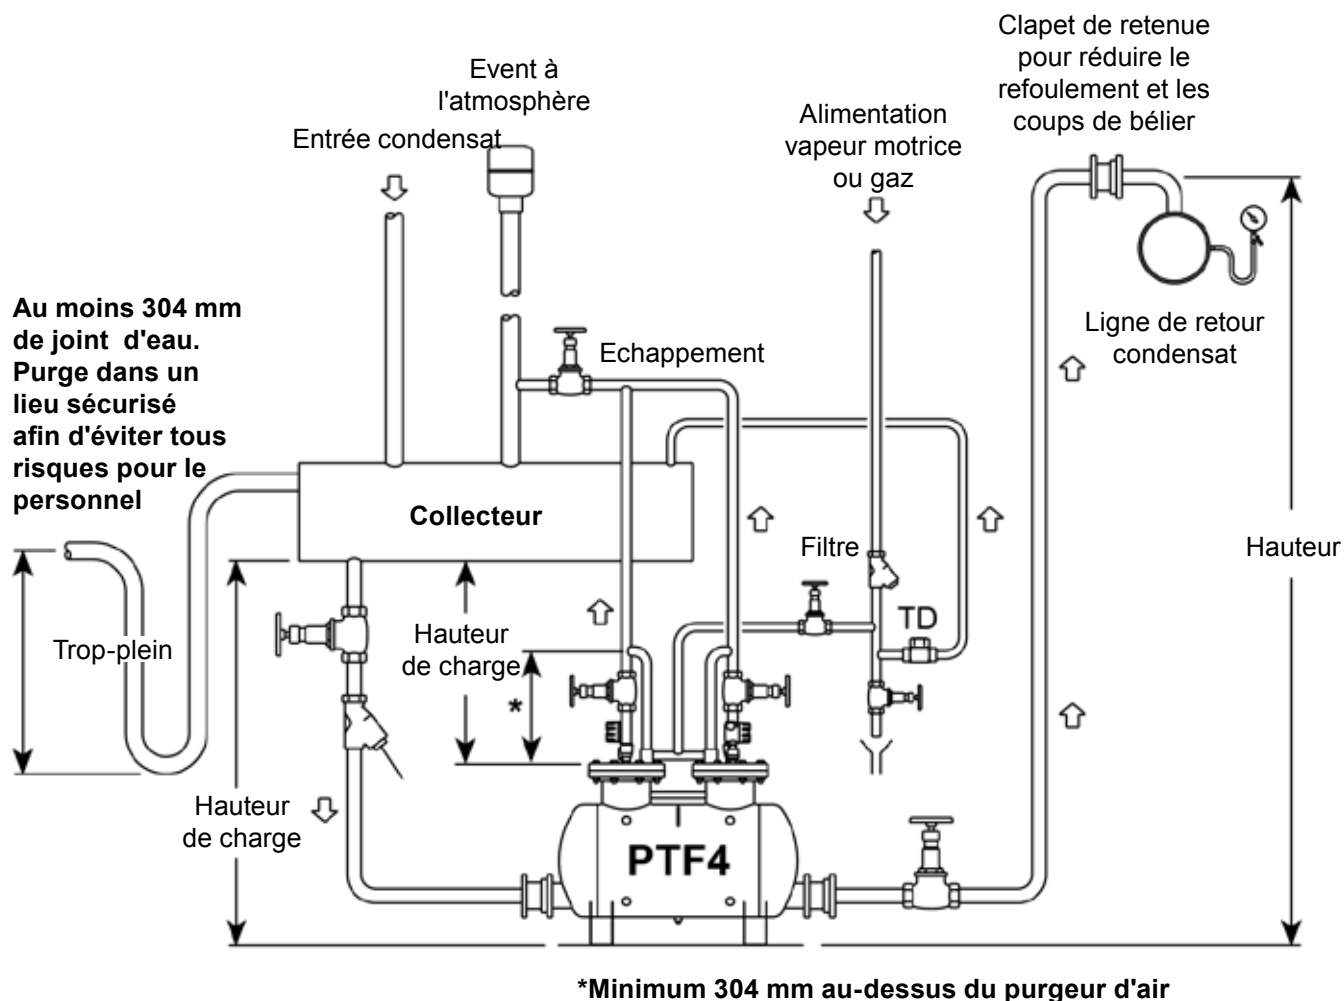

Fig. 2 - Installation type - Système pompe à collecteur
La tuyauterie de trop-plein du collecteur doit être installée comme indiqué Fig. 2 et raccordé à une purge appropriée. La tuyauterie doit avoir une forme en siphon avec un joint d'eau placé immédiatement après de collecteur à 304 mm en dessous de celui-ci.
- 3.5.1 Installer la pompe physiquement en dessous du collecteur à purger avec la connexion d'échappement verticalement vers le haut. La pompe doit être installée avec la hauteur de charge recommandée (la distance verticale entre le dessus de la pompe et le fond du collecteur), comme indiqué figure 2. Pour les autres variations de hauteur de charge, voir le tableau des capacités sur le TI-P135-13.
- 3.5.2 Pour éviter l'inondation d'équipement pendant le cycle de refoulement de la pompe, un réservoir à l'événement doit être installé dans un plan horizontal en avant de la pompe, comme indiqué sur la figure 2. Pour le dimensionnement correcte du collecteur, se reporter au tableau 1. Tous les raccords d'entrée doivent être entièrement supportés.
- 3.5.5. Chaque ligne horizontale sur l'échappement doit être dressée vers le haut pour éviter une vidange automatique de la ligne. L'échappement doit être raccordé à l'atmosphère sans aucune restriction. Voir Fig. 2.